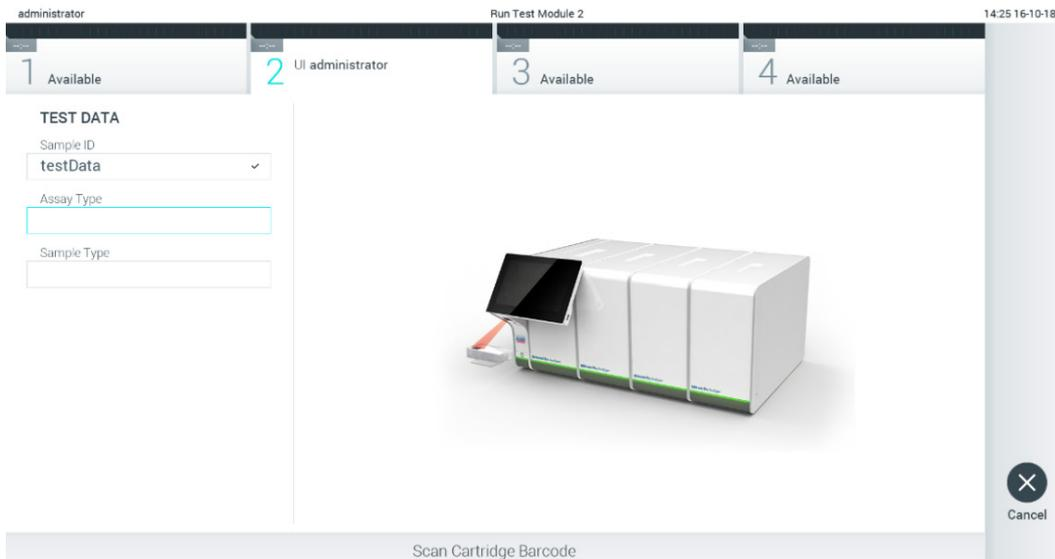

Figura 24. Lendo o código de barras do cartucho de ensaio QIAstat-Dx.
3. Quando solicitado, faça a leitura do código de barras do cartucho de ensaio QIAstat-Dx a ser usado. O QIAstat-Dx Analyzer 1.0 reconhece automaticamente o ensaio a ser executado, com base no código de barras do cartucho de ensaio QIAstat-Dx (Figura 24).